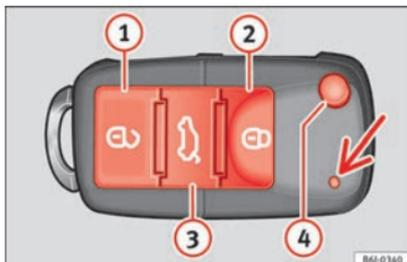

Fig. 84 Teclas de la llave con mando a distancia.
Con la tecla (4) » fig. 84 del mando, se desbloquea el paletón de la llave.
Desbloqueo del vehículo (1) » fig. 84 (1).
Bloqueo del vehículo (2) » fig. 84 (2).
Desbloqueo del portón trasero. Pulse la tecla (3) » fig. 84 (3) hasta que todos los intermitentes del vehículo parpadeen brevemente. Al pulsar la tecla de desbloqueo (3), dispone de 2 minutos para abrir el portón. Una vez transcurrido este tiempo se bloqueará de nuevo.
Además, el testigo de la pila de la llave » fig. 84 (flecha), parpadea.
- Pulse la tecla   » **fig. 84** del mando a distancia.